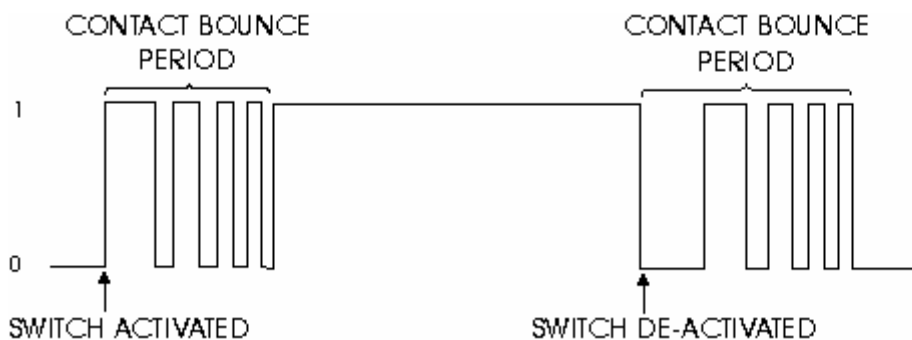

Figure 1
2. En cualquier circuito real (incluyendo la tarjeta Altera) se producen rebotes (ver Figure 1) de la señal cuando se ocupan contactos mecánicos (eg, el botón de la tarjeta Altera). Por lo tanto al apretar una vez el botón, el contador va a pegarse 'saltos', y la cuenta no será exacta.